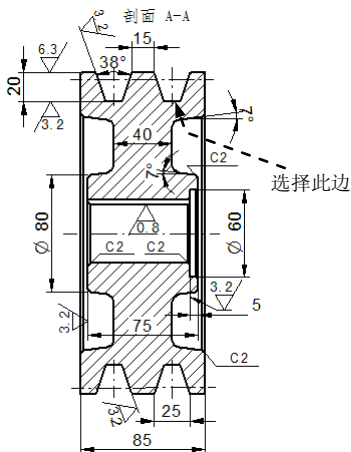
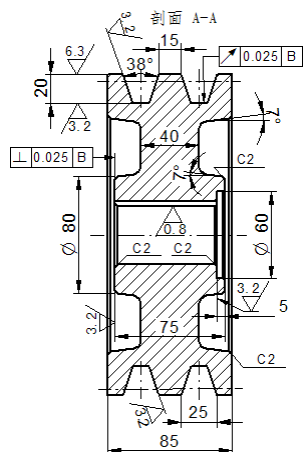

图 10.1.41 定义参照边线
图 10.1.42 标注形位公差符号
Step3. 指定指引线。在“特征控制框”命令条中确认  按钮和  按钮被按下，选择图 10.1.41 所示的边线为引线的放置点，选择适当的位置在图纸中单击，完成形位公差符号的创建，结果如图 10.1.42 所示。
Step4. 参照 Step1~ Step3 的操作步骤标注其他形位公差符号，结果如图 10.1.42 所示。